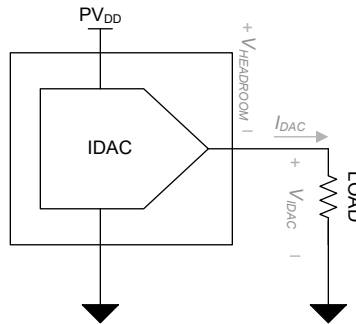

图 8-2. IDAC 功率耗散
- IDAC 通道的功率耗散是 PV_{DD} 电源电压、电流输出和 IDAC 引脚电压 (V_{IDAC}) 的函数。余量电压 ($V_{HEADROOM}$) 计算为 PV_{DD} 和 V_{IDAC} 之间的差值。更大幅度地降低 $V_{HEADROOM}$ 以降低器件的功率耗散，同时满足最低 $V_{HEADROOM}$ 要求。如果 $V_{HEADROOM}$ 低于指定的电压，则 IDAC 输出无法提供满量程电流输出。图 8-2 展示了输出电流方向和影响功率耗散的主要电压。IDAC 输出对功率耗散的影响与输出电流乘以 $V_{HEADROOM}$ 电压成正比。